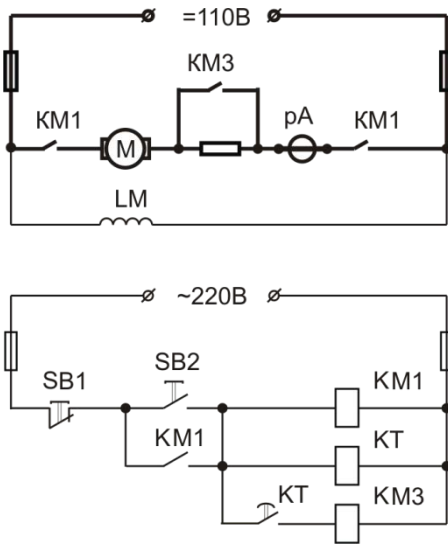

Рис. 4
4. Определить состав схемы (рис. 4), найти элементы схемы на щите. Собрать схему, проверить работу двигателя. Регулировкой реле времени добиться правильного пуска двигателя. Продемонстрировать работу.